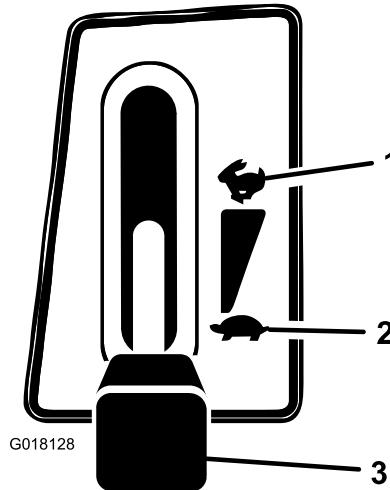

Figura 10
1. Ponga el control de las cuchillas (TDF) en Desengranado (Figura 10).
2. Ponga la palanca del acelerador en Lento (Figura 10).
5. Cuando el motor arranque, mueva lentamente el acelerador a Rápido y presione hacia dentro la palanca del estárter (Figura 10). Si el motor se cala o funciona irregularmente, vuelva a colocar el acelerador en Lento, tire de la palanca del estárter durante unos segundos y luego mueva la palanca
1. Ponga la palanca del acelerador en Rápido (Figura 10).